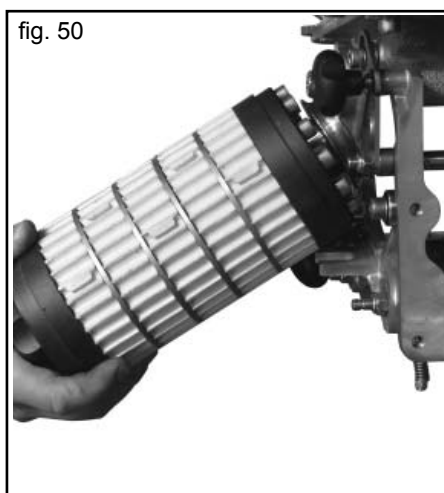

fig. 50
- 2) Estrarre il rullo dosatore (Fig. 50) come descritto ed indicato in precedenza.